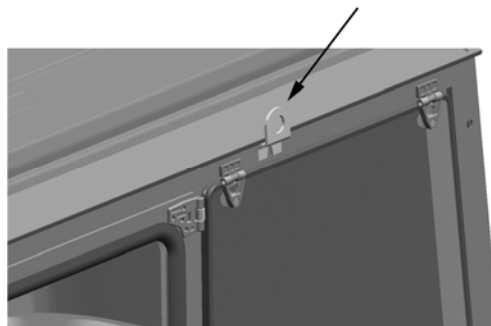

Рисунок 8.2
- м) поднимите кабину над шасси трактора, используя для строповки проушины справа и слева на кабине, строповку проводите согласно схемы (рисунок 8.2) (масса кабины ≈ 600 кг);